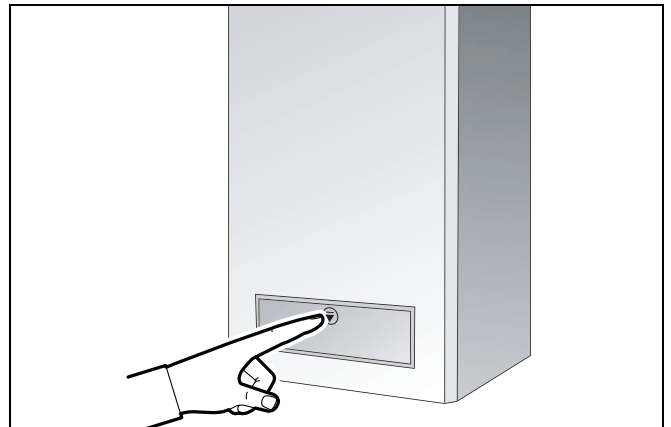

Abb. 19 Bedienfeld öffnen
- Bedienfeld durch Drücken öffnen (Abb. 19).